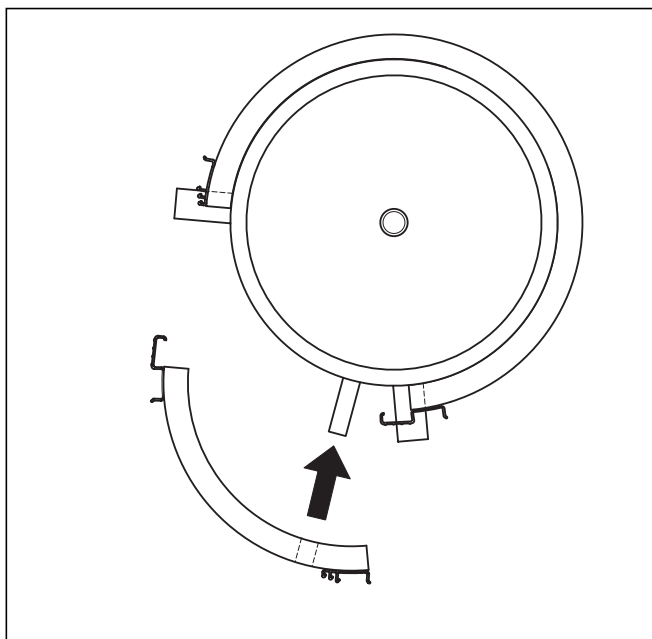

Afb. 4.8 Isolaties aanbrengen
- Wikkel de grote (voorste) isolatie, zoals in afb. 4.8 weergegeven van voren om het buffervat.